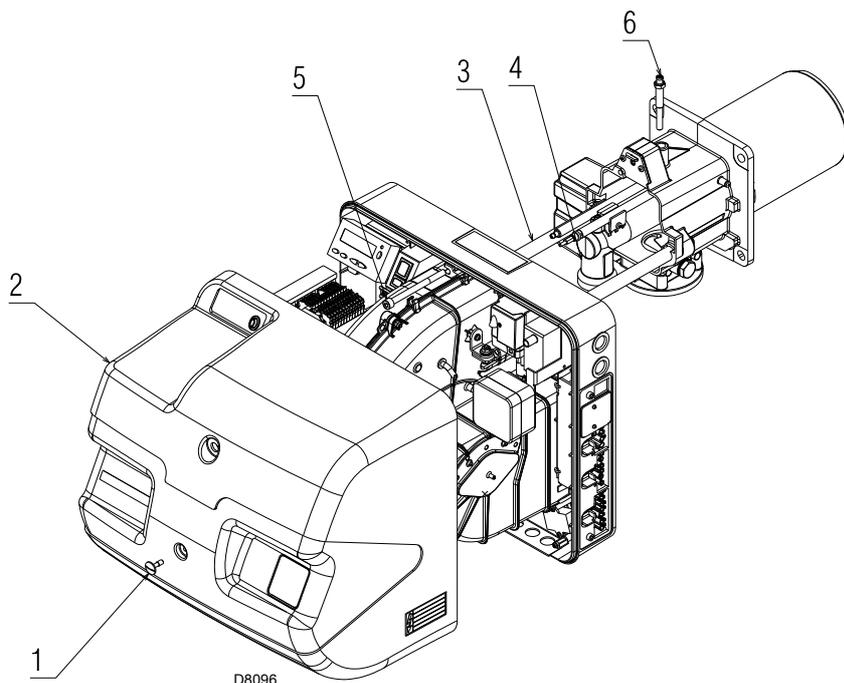

图 40
- 松开螺母 1)(图 40), 取下保护罩 2)。
- 拆下螺丝 5)(图 40), 将燃烧器沿滑杆 3) 向后拉出约 100mm。
- 重新拧紧螺丝 3)(图 40), 将探针和电极引线轻轻拉紧。